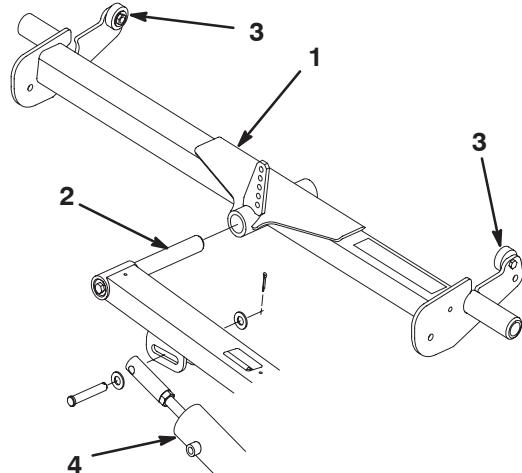

Figure 2
- A. Retirez l'axe de chape qui fixe l'extrémité de la tige du vérin au bras de relevage (Fig. 2).
- D. Serrez l'écrou hexagonal et accouplez l'extrémité de la tige du vérin au bras de relevage (Fig. 2).
1. Glissez le bâti porteur arrière sur la tige de pivot du bras de relevage arrière (Fig. 2). **Ne fixez pas** le bâti porteur au plateau de coupe à ce stade.
3. Appuyez sur l'une des extrémités du bâti porteur jusqu'à ce que la butée supérieure opposée touche le dessous du marchepied (Fig. 2). Il doit exister un écart de 6 mm entre la butée supérieure et le dessous du marchepied, à l'extrémité sur laquelle vous appuyez. Si ce n'est pas le cas, un réglage du vérin de relevage s'impose. Si l'écart est correct, déposez le bâti porteur et poursuivez l'installation.